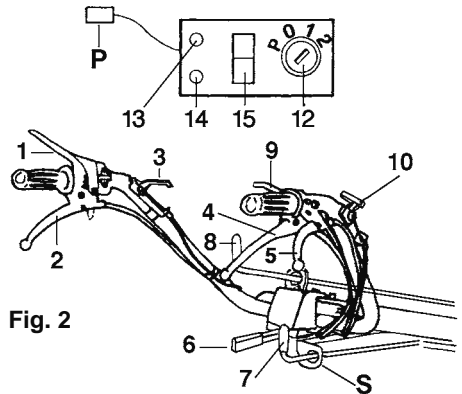

Fig. 2
COMMANDES (Fig. 2)
Pour sélectionner les vitesses utiliser le levier 8 (Fig. 2).
La prise de force indépendante est actionnée par le levier 7 (Fig.2).
Les motoculteurs sont équipés de série avec le différentiel et son blocage. Le blocage du différentiel s'obtient en actionnant le levier 3 (Fig.2) placé à droite de la colonne du guidon.
(Fig.2)
3) Retirer les manchérons 7 (Fig. 2) des sièges de support S.
4) Tirer le levier 10 (Fig. 2) et pivoter la colonne dans le sens contraire aux aiguilles d'une montre (de droite à gauche), comme indiqué sur la Fig. 7/B.
- Mettre la tige commande vitesses (8) au point mort et bloquer la prise de force (7) (Fig. 2).
- Relâcher le levier du MOTORSTOP (1).
ARRÊT MOMENTANE DU MOTOCULTEUR (Fig.2)